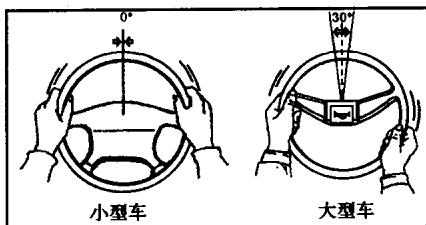

图 1-7
- 检查转向盘是否灵活自如,自由转动量是否符合要求(图 1-7);